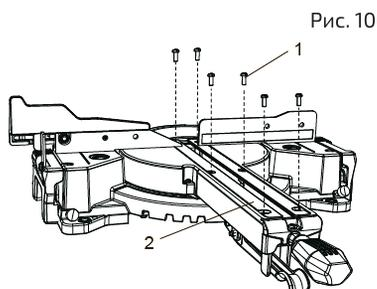

Рис. 10
1. Для снятия пластины (2) открутить с помощью крестовой отвертки шесть винтов (1), крепящих ее (рис. 10).
2. Для установки пластины (2) поставить ее на место и зафиксировать шестью винтами (1).